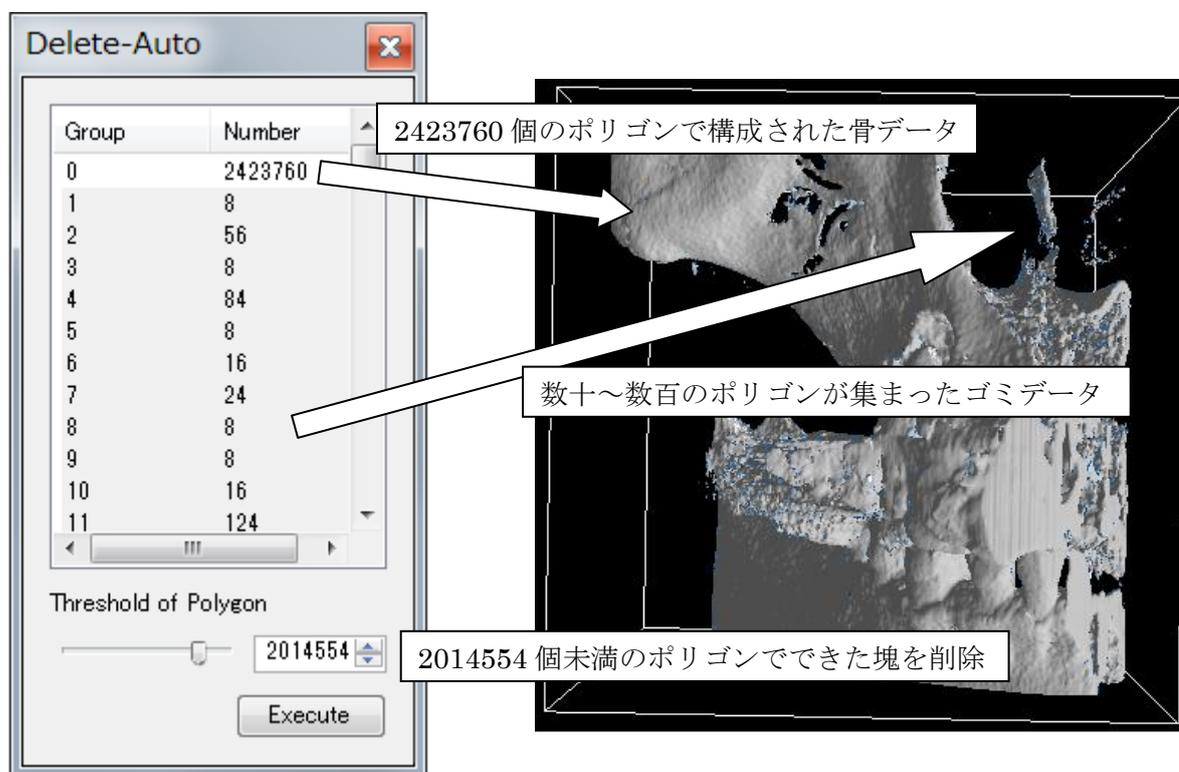

図 4-1 Delete-Auto によるゴミデータの削除
3. [Delete-Auto]画面の[Threshold of Polygon]のバーを右へスライドし、Number が 2桁、3桁程度の要素がすべて選択される状態にします。(図 4-1)